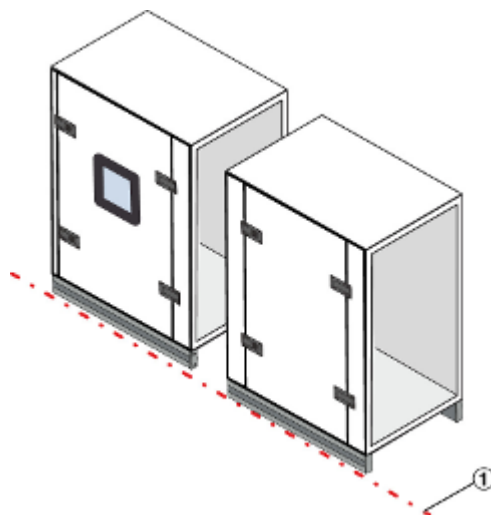

Fig. 14 : Alignement des caissons de la centrale
5. ▶ Aligner les caissons CTA affleurants (Fig. 14 /1).